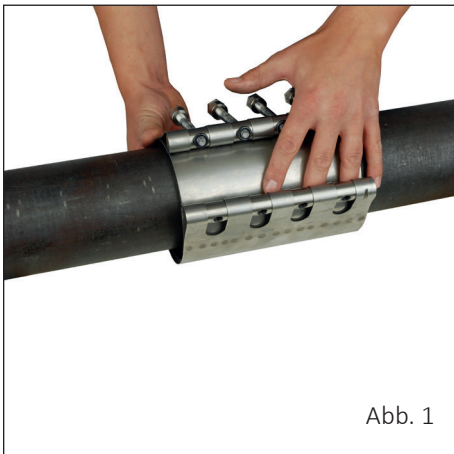

Abb. 1
- 3) Setzen Sie die Reparaturschelle an der Rohrleitung an und achten Sie dabei auf gleichmäßigen planen Sitz der Gummidichtung unter dem Abdeckblech (Abb. 1) ein.